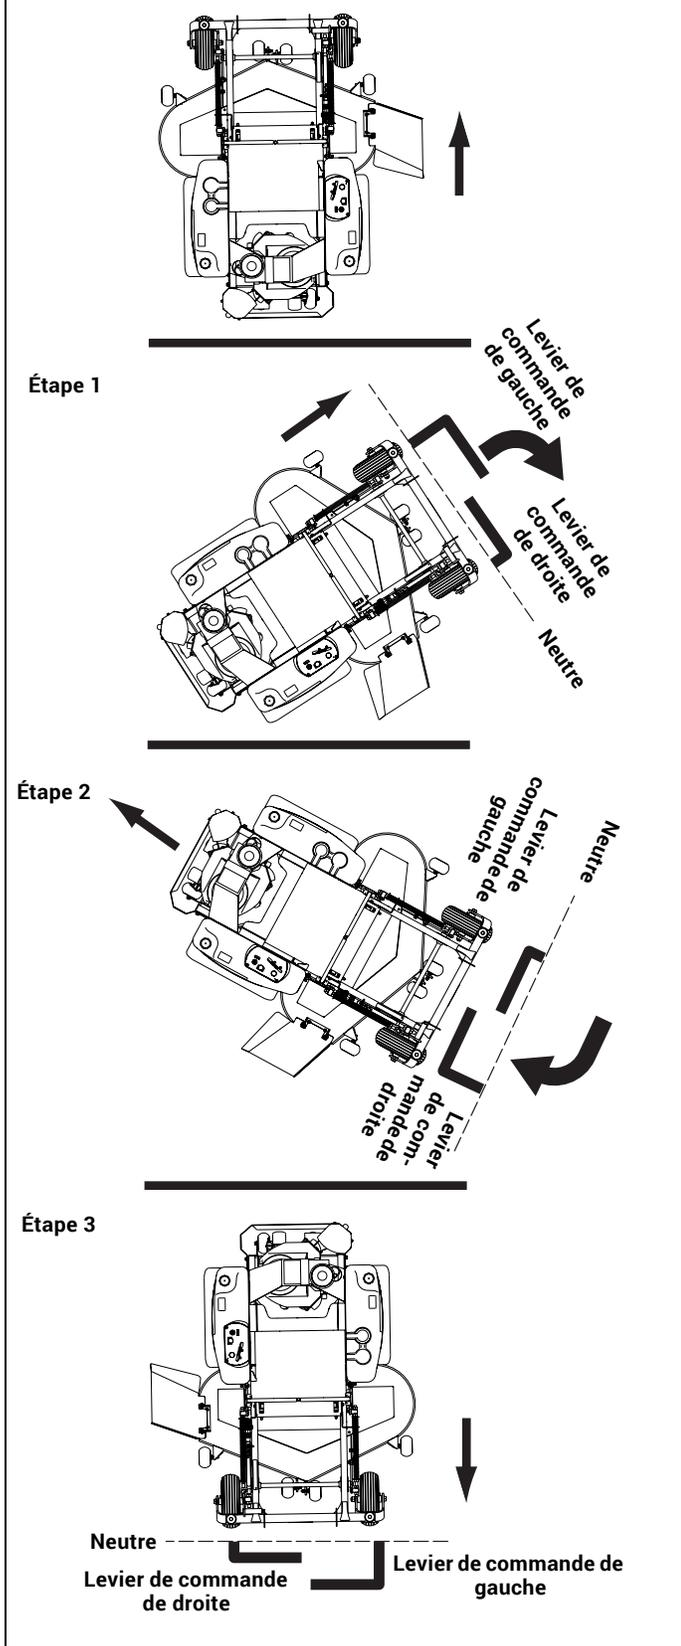

Figure 3-10
1. pousser le levier de commande de gauche plus loin en avant que le levier de droite par rapport au neutre et commencer à tourner. Figure 3-10
2. tirer ensuite les leviers de commande vers l'arrière jusqu'à ce qu'ils passent tout juste au-delà du neutre et que la machine commence à faire marche arrière. Figure 3-10
3. tirer sur le levier de commande de droite plus loin vers l'arrière que sur le levier de gauche jusqu'à ce que l'arrière de la machine pivote sur lui-même. Figure 3-10
4. Ensuite, pousser les leviers de commande vers l'avant jusqu'à ce qu'ils dépassent tous deux le neutre et que la machine commence à rouler en marche avant. Figure 3-10
5. Pousser le levier de commande de gauche plus loin en avant que le levier de droite par rapport au neutre et terminer le tournant. Figure 3-10